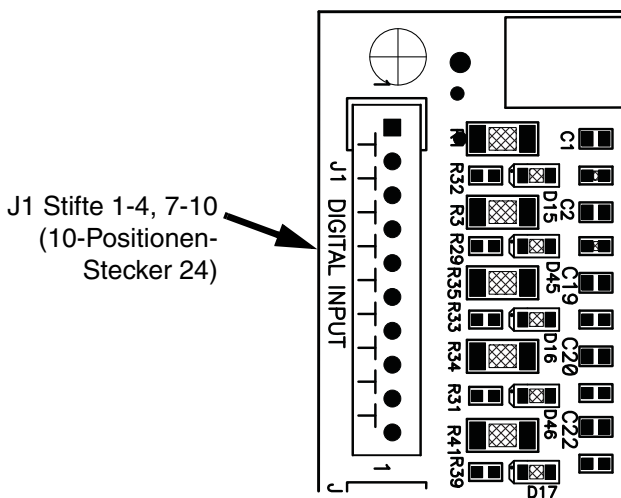

FIG. 9: RoboMix Stecker der J1-Steuerkarte
2. Verbinden Sie den 10-Positionen-Steckers (24) mit J1 auf der Steuereinheit. Siehe FIG. 9.